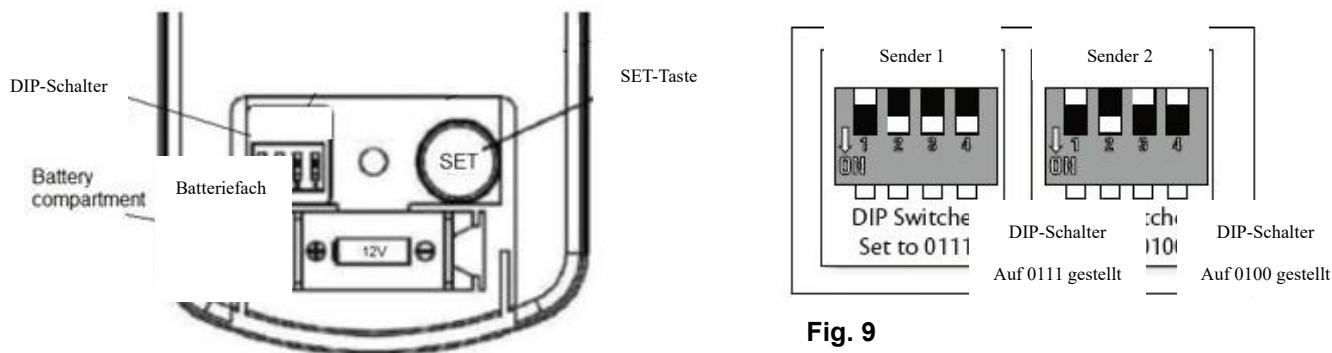

Fig. 9
- Batteriefachabdeckung des Senders aufschieben, um auf die DIP-Schalter zuzugreifen. Dies ist Sender 1. Abb. 9.
- Batteriefachabdeckung des Senders aufschieben, um auf die DIP-Schalter zuzugreifen. Dies ist Sender 2. Abb. 9.